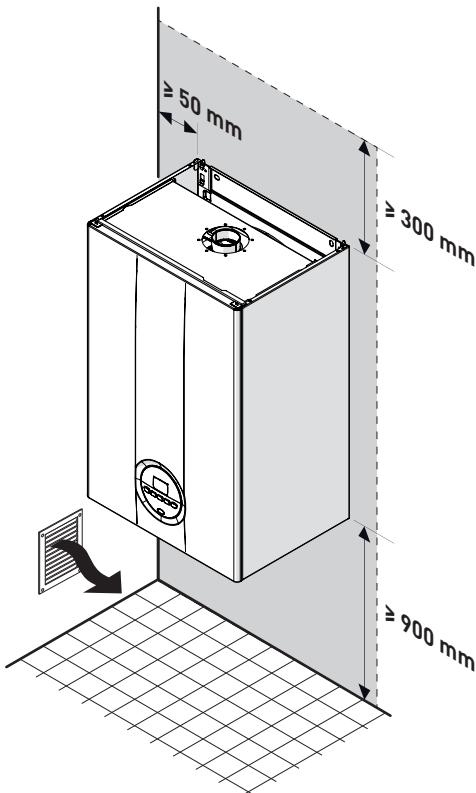

Рис. 10
- При монтаже необходимо учесть расстояния, необходимые для доступа к устройствам безопасности/регулировки и выполнения работ по техническому обслуживанию (см. Рис. 10).